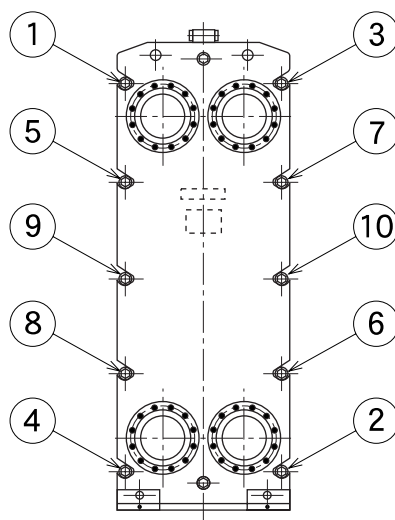

図 7.1 締め付けの順序
(1) 中間ボルト⑨⑩を交互に締め付けます。(図7.1)
(2) 締め付けが固くなってきたら、他の中間ボルト⑤⑥⑦⑧、更に上下ボルト①②③④も含めて交互に締め付けます。(ボルトのカジリ防止の為に1回の締め付けは10mm以下として下さい。)
(3) 締め付け方はボルト全数の箇所で測定し、ボルトの締め付けを調整して下さい。